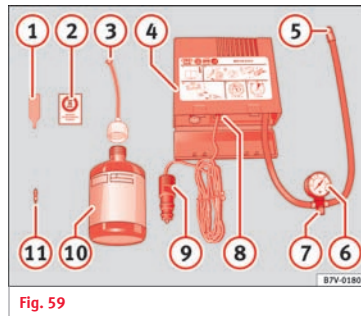

Fig. 59
- Skru ventilhætten og ventilkeglen af dækventilen. Skru ventilkeglen ud af dækventilen med ventilkegleværktøjet » Fig. 59 ①. Læg ventilkeglen på et rent underlag.
- Ryst flasken med dæktætningsmiddel kraftigt » Fig. 59 ⑩.
- Skru påfyldningsslangen » Fig. 59 ③ på flasken med dæktætningsmiddel. Folien på lukningen bliver automatisk brudt.
- Fjern proppen fra påfyldningsslangen » Fig. 59 ③, og sæt den åbne ende helt på dækventilen.
- Skru ventilkeglen ind i dækventilen igen med værktøjet til afmontering af ventilkegle » Fig. 59 ①.
- Skru luftkompressorens påfyldningsslange » Fig. 59 ⑤ fast på dækventilen.
- Kontroller, om luftåbningsskruen » Fig. 59 ⑦ er lukket.
- Sæt kabelstikket » Fig. 59 ⑨ i en 12-volts-stikdåse i bilen » » Side 137.
- Tilslut luftkompressoren med tilslutnings- og afbryderkontakten » Fig. 59 ⑧.